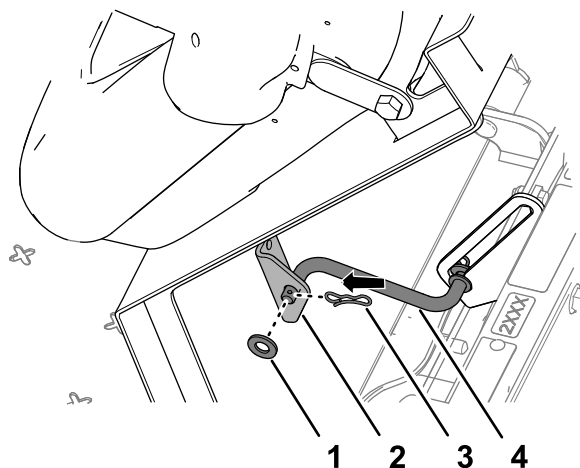

Рисунок 254
5. Установите опорную стойку на кронштейн сиденья с помощью шайбы и игольчатого шплинта (Рисунок 254).